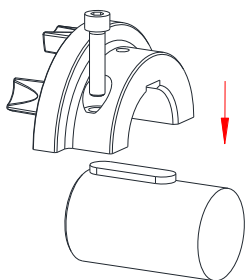

Fig. 9
- Poser le demi-moyeu supérieur du moyeu à doigts avec la vis cylindrique insérée sur l'arbre (voir fig. 9).